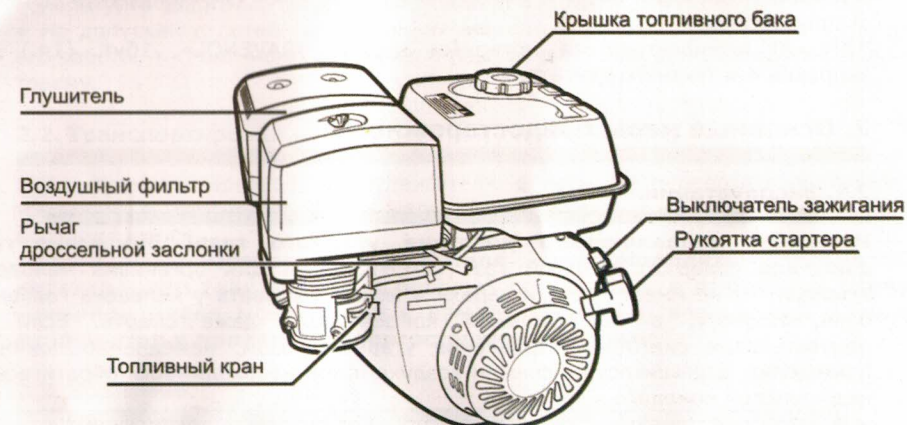

Рис.1
- Возьмитесь за рукоятку стартера (рис.1). Медленно потяните шнур пока не почувствуете сопротивление, затем резким, энергичным движением потяните рукоятку. Медленно (с натягом шнура) верните рукоятку стартера в первоначальное положение. Если двигатель не запустился, повторите попытку. Процесс запуска не должен продолжаться непрерывно более 15-30 секунд. Между отдельными попытками делайте перерыв в течение 1-2 минут.